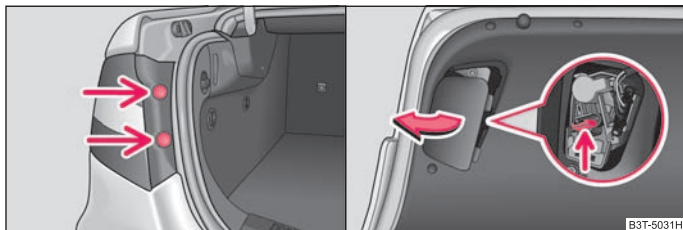

Fig. 214 Demontarea părții exterioare a unității de iluminare din spate / Demontarea părții interioare a unității de iluminare din spate
- Scoateți dopurile ⇒ fig. 214 - stânga și deșurubați, cu o cheie Torx, unitatea de iluminare din spate ¹⁹⁾.
- Înșurubați unitatea de iluminat din spate și montați dopurile ⇒ fig. 214 - stânga.
- Scoateți capacul unității de iluminat de pe partea interioară a capacului portbagajului ⇒ fig. 214 - dreapta.
- Apăsăți dispozitivul de prindere cu arc ⇒ fig. 214 - dreapta și scoateți suportul lămpii din carcasa unității de iluminat.